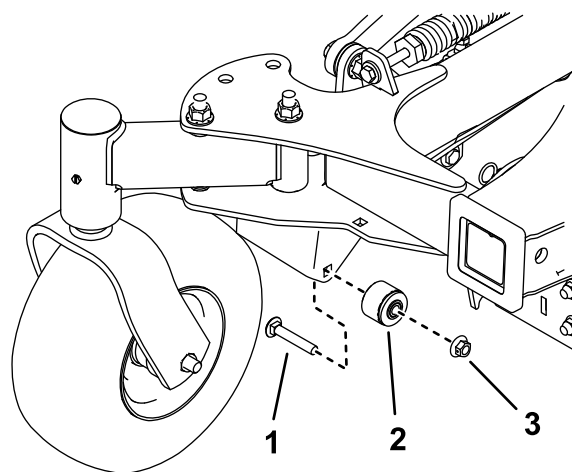

Figure 30
9. Déposez les deux bagues (Figure 30).